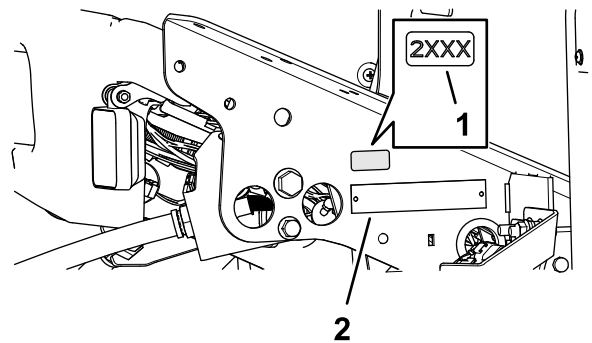

Рисунок 38
1. Очистите поверхность в зоне кронштейна пола рядом с табличкой с серийным номером протирочным спиртом и чистой ветошью и дайте кронштейну высохнуть (Рисунок 38).